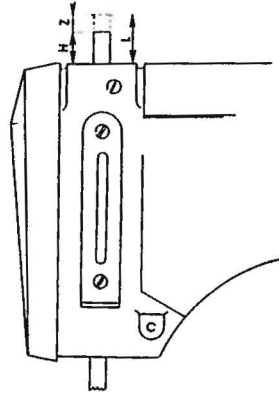
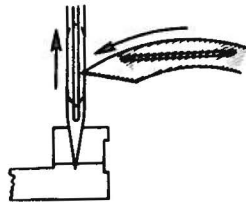

Fig. 6
Fig. 5
- Portare la barra ago tutta in basso e misurare l'altezza H della parte sporgente (fig. 6).
- Fare avanzare il crochel verso sinistra e, quando la sua punta sfiora la tangente destra dell'ago (fig. 5), eseguire la misura di L (fig. 6).
- Quando la punta del crochel entra nello scalfio dell'ago, la punta di questo deve sfiorare la parte piana del salva ago (fig. 5).